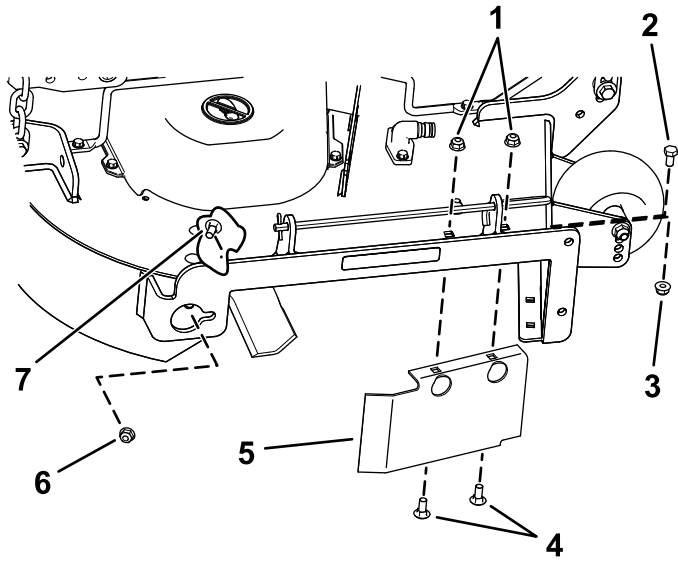

Figure 35
- Sur la paroi arrière du plateau de coupe, retirez le boulon de carrosserie (5/16 x 3/4 po) et le contre-écrou (5/16 po) qui fixent le déflecteur au plateau (Figure 35).
- Localisez la protection du déflecteur sur le bord avant de l'ouverture d'éjection latérale (Figure 35).
- Retirez les fixations qui maintiennent la protection du déflecteur et le déflecteur droit sur le plateau de coupe (Figure 35).
- Placez les fixations retirées précédemment dans les trous avant de la plaque d'éjection et le trou à l'avant du plateau de coupe (Figure 35).